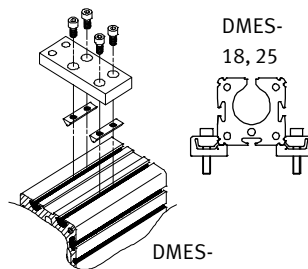

Fig. 6
- Установите центральные опоры на DMES согласно Fig. 6.